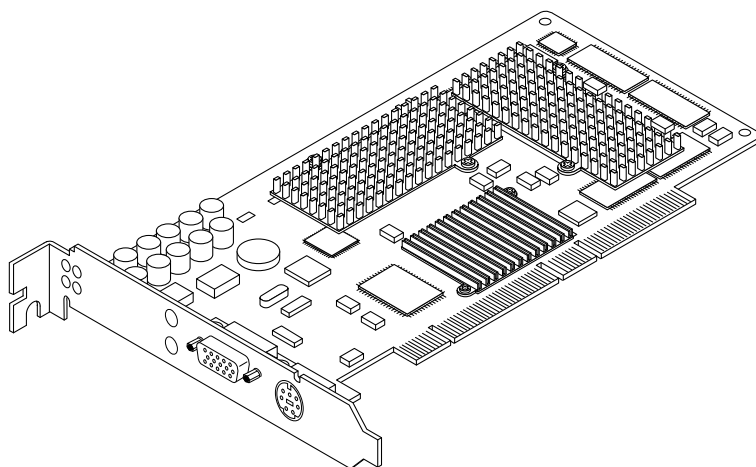

图 1-1 Sun XVR-500 图形加速器
- 图 1-1 Sun XVR-500 图形加速器 1
Sun XVR-500 图形加速器（图 1-1）是提供硬件结构映射的高分辨率、高性能图形帧缓冲器。